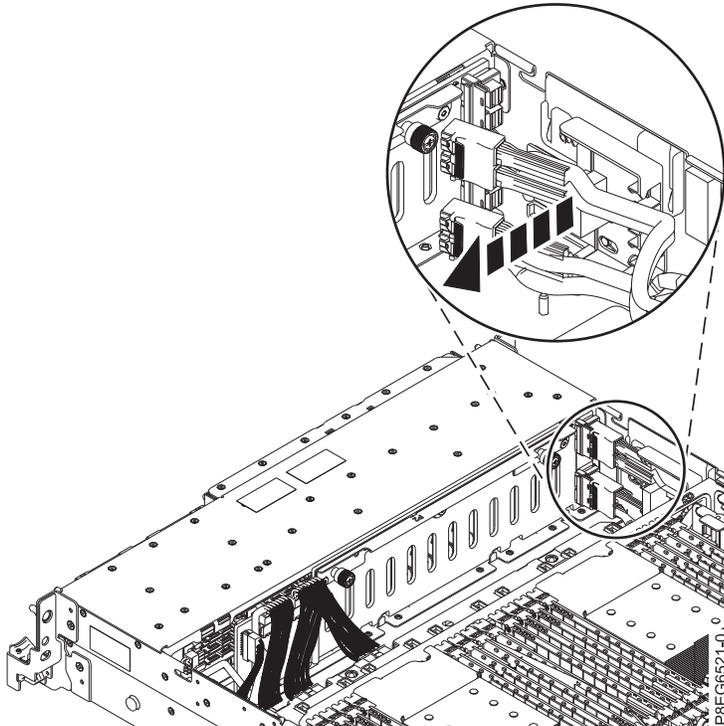

Figura 11. Extracción del cable SAS frontal del bloque de guía
4. Tire del extremo desconectado de los cables fuera del bloque de guía de la parte lateral del chasis del sistema, como se muestra en la Figura 11 en la página 14.